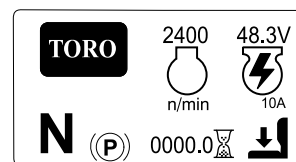

Figura 20
- **Ecrã de informação principal (Figura 20):** mostra a informação atual da máquina enquanto a chave está na posição LIGAR.